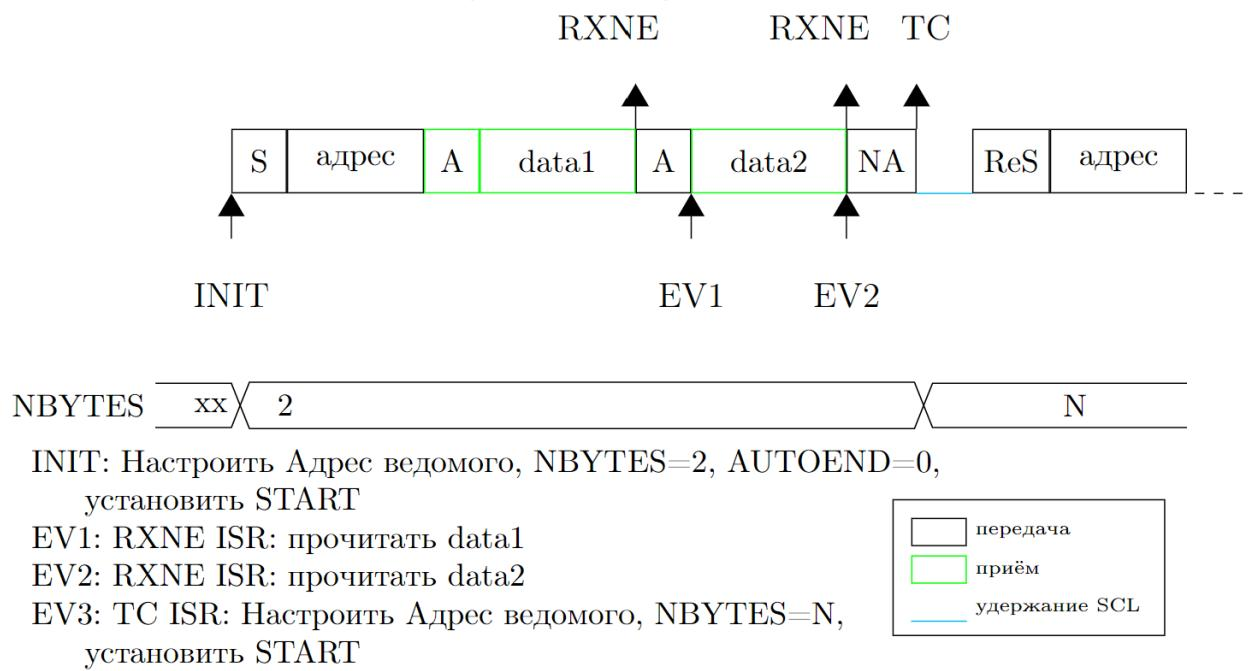

Рисунок 44 – Приём данных ведущим
- с завершением программой (AUTOEND = 0), NACK отправляется автоматически после последнего полученного байта, вводится флаг TC и линия SCL удерживается для совершения программой следующий действий (рисунок 44):